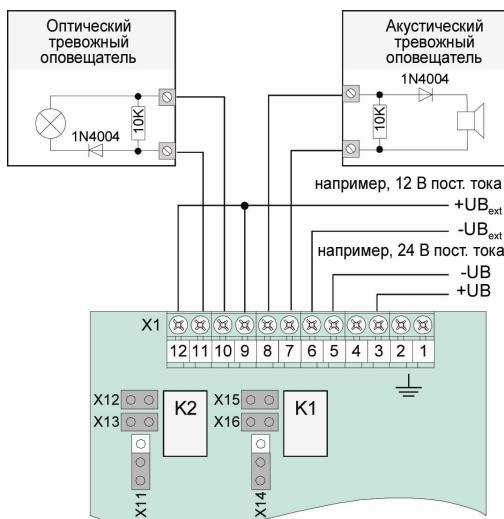

Рис. 7 Реле 1 + 2 с контролем линии и двумя типами внешнего питания
- Реле 1 + 2 с контролем линии до исполнительного устройства + выдача питания (рис.7)